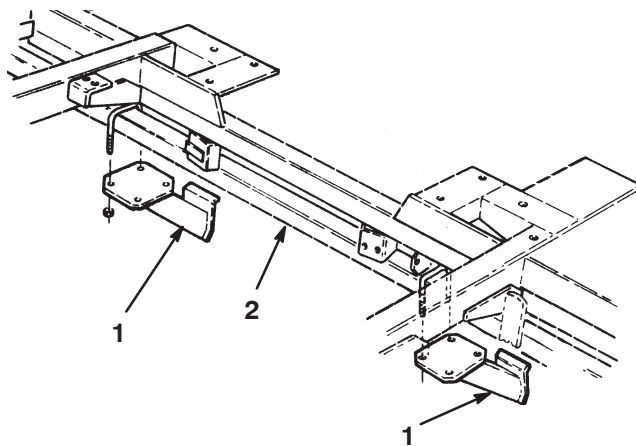

Figura 8
2. Sujete (sin apretar) un tope de rodillo en cada lado del tubo del bastidor, según muestra la Figura 8, con pernos en U y contratruercas.